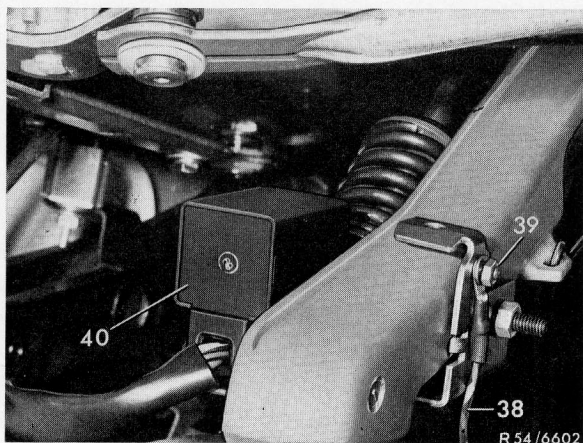

Bild 9 Anordnung Blinkgeber und Massestelle
24 Eingebauten Blinkgeber ausbauen. In die 4fach-Kupplung für den Blinkgeber elektrische Leitung mit Hülse des Zusatzleitungssatzes (38) einsetzen. Anschließend den neuen Blinkgeber (40) aufdrücken (Bild 9).